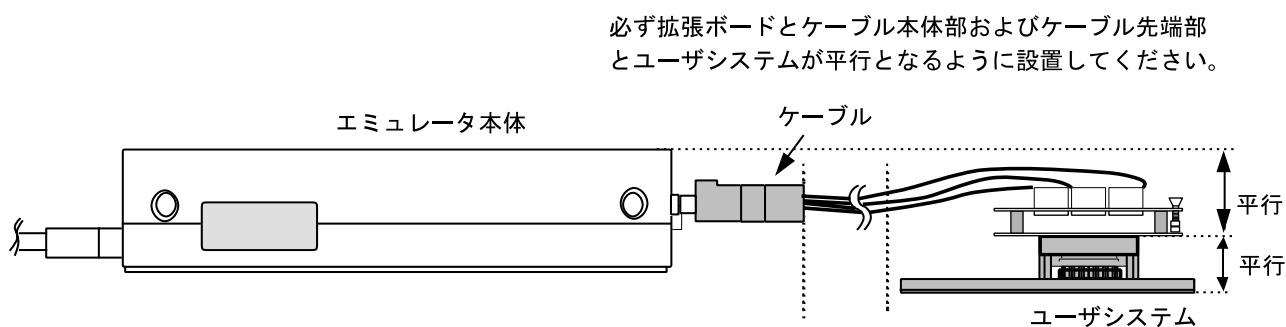

図11 設置例
- (1) ユーザシステムへの接続時には1ピン位置に十分注意して、誤接続は絶対にしないでください。
- (2) 本ユーザシステムインタフェースケーブルを使用する場合の推奨マウントパット寸法は、MCU実装用マウントパット寸法とは異なりますので注意してください。
- (3) 本ユーザシステムインタフェースケーブルは、HS2338EPI61Hエミュレータ専用ですので、他のエミュレータ本体には使用しないでください。
- (4) ケーブル本体部が断線する可能性がありますので、本ユーザシステムインタフェースケーブルの上に重いものや金属等の角の尖ったものを置かないでください。
- (5) ユーザシステムに接続した状態では、ユーザシステムインタフェースケーブル、特にケーブル先端部に無理な力が加わらないように注意する必要があります。図11の設置例を参照してご使用ください。